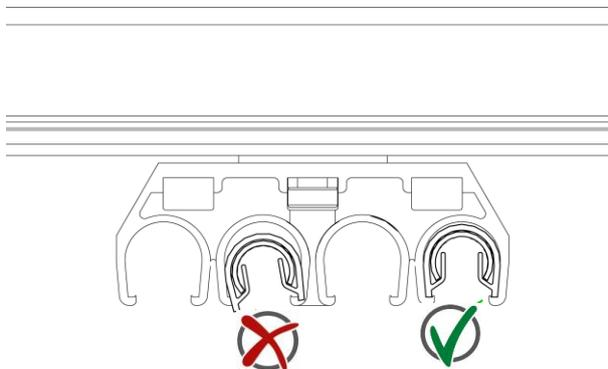

Abb. 52: Richtig und falsch eingerastete Schiene im Vergleich
- Die erste Schleifleitungsschiene in die Schienenhalter eindrehen. Darauf achten, dass die Schleifleitungsschiene einklipst und der Schienenhalter das Isolierprofil oben und unten umfasst (siehe Abb. 52). Die Schienenhalter sind elastisch und ermöglichen somit ein einfaches Einklipsen/Eindrehen der Schleifleitung in die Schienenhalter.